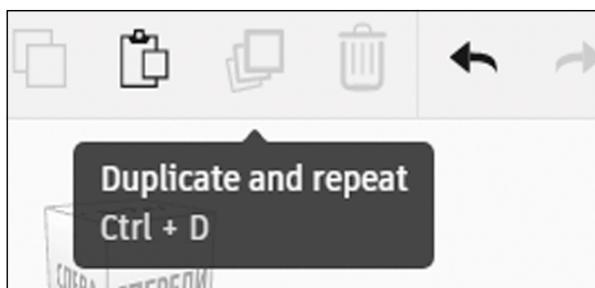

Рис. 20. Иконка команды **Дублировать**
2. Нажать на иконку **Дублировать**, расположенную в левом верхнем углу (рис. 20), или применить команду **Ctrl + D**: фигура скопируется на место оригинала. Чтобы разделить дубликаты, необходимо два-три раза нажать стрелки на клавиатуре.